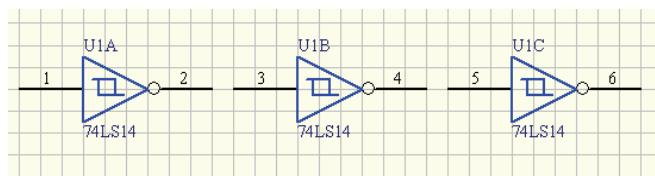
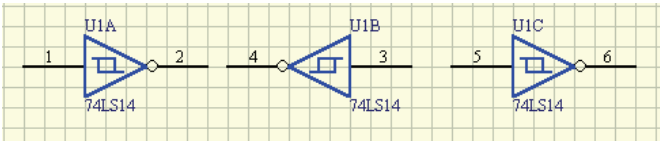
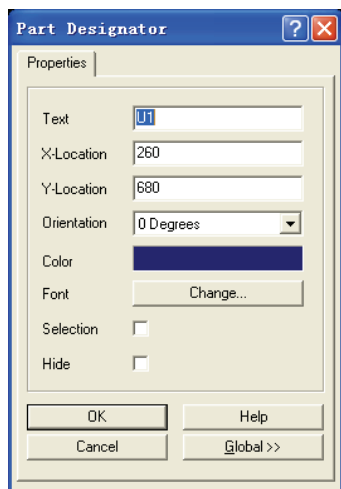

图 2-26 选择不同引脚的元器件图形示例
图 2-32 镜像处理 U1B 后的元器件视图
图 2-37 “Part Designator”对话框
定不同的元器件，其引脚也将随之发生变化。“Part”项选择 1 时，电路图上该元器件的序号为 U1A，其输入引脚为 1 脚，输出引脚为 2 脚；“Part”项选择 2 时，电路图上该元器件的序号为 U1B，其输入引脚为 3 脚，输出引脚为 4 脚；“Part”项选择 3 时，电路图上该元器件的序号为 U1C，其输入引脚为 5 脚，输出引脚为 6 脚；依次类推，如图 2-26 所示。此时分别双击 3 个元器件，进入其属性编辑对话框，可以看到“Part”下拉列表框中分别为 1、2、3。
- “Mirrored”复选框：使元器件水平镜像，相当于在放置元器件时按〈X〉键，这时如图 2-26 所示中 U1B 镜像处理后的元器件图形将如图 2-32 所示。
如果在元器件的某一属性上双击，则会打开一个针对该元器件的属性对话框。例如在图 2-32 中显示文字 U1A 上双击，由于它是元器件序号 Designator 属性，所以出现对应的“Part Designator（元器件序号）”对话框，如图 2-37 所示。